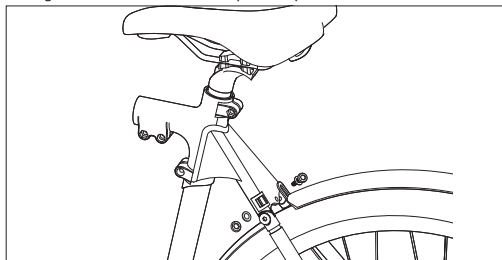

Figura 6-1
- Após alinhar o guarda-lamas com o furo do parafuso, aperte novamente os parafusos de montagem para fixá-lo na junção do tubo do assento, conforme mostrado na [Figura 6-1].